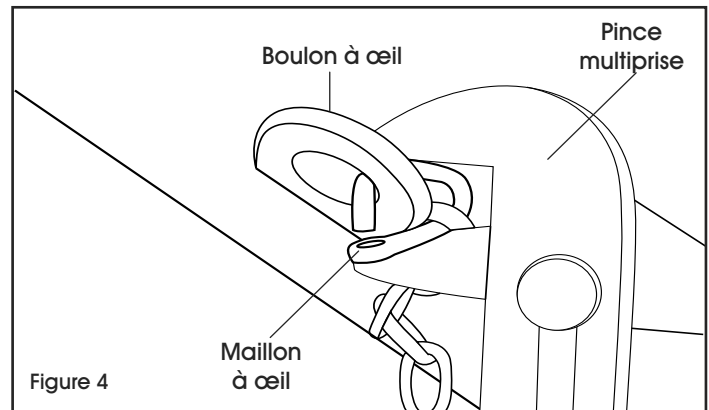

Figure 4
1. Enfilez le maillon à œil à travers le boulon à œil et l'extrémité de la chaîne. Fermez bien le maillon à œil à l'aide de la pince multiprise. (Voir Figure 4)